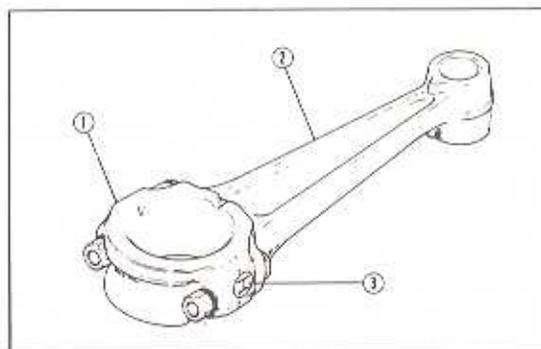

Bild 172
- Die Pleuelzapfen mit Motoröl schmieren und die Pleuel auf die Zapfen aufsetzen. Dabei die Markierungen Pleuel/Pleueldeckel beachten (Bild 172).